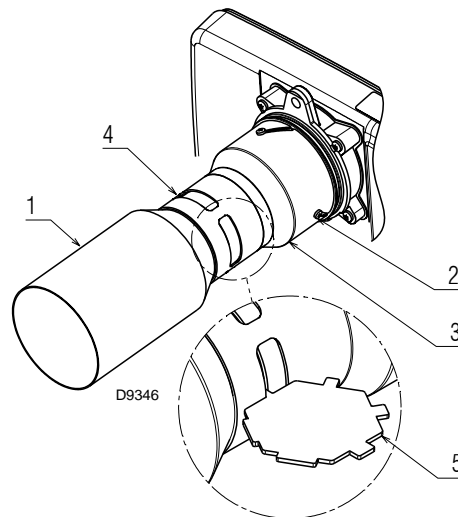

Fig. 18
- allentare le viti 2) (Fig. 18) e ruotare leggermente il tubo fiamma 3). La quota di apertura desiderata è indicata in Tab. A pag. 16. Per la regolazione è possibile utilizzare la dima (5) fornita a corredo come indicato in Fig. 18.